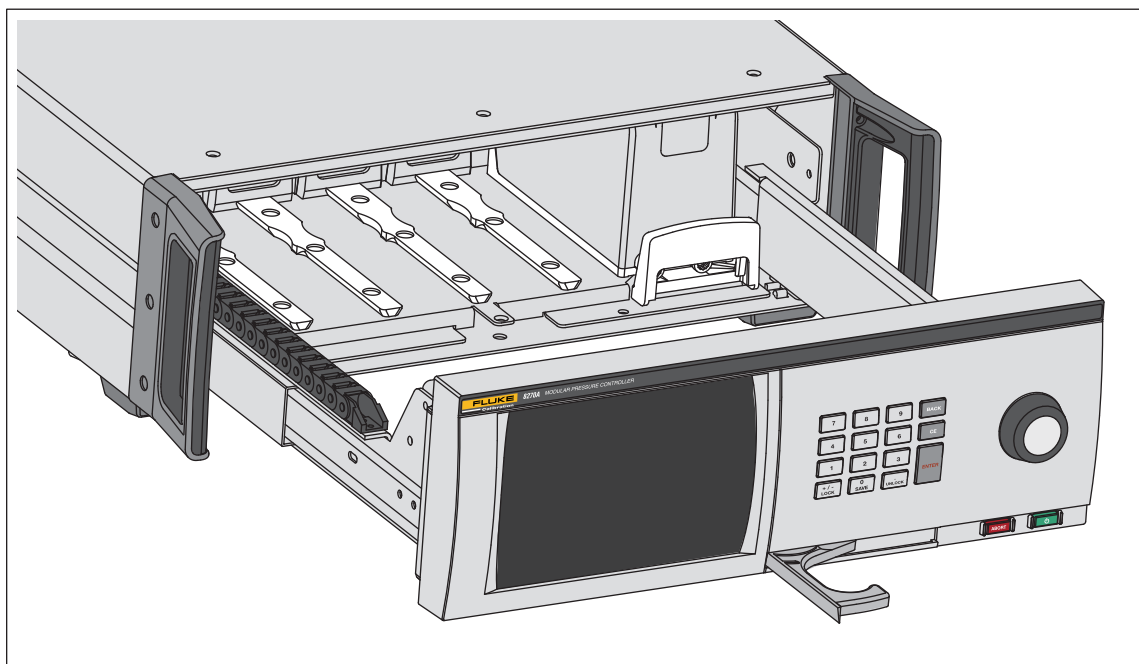

Рисунок 3. Установка модуля РСМ
4. Место модуля РСМ является крайне правым. Выровняйте дорожку на нижней части модуля РСМ относительно разъема РСМ внутри ниши модуля. См. рисунок 3.